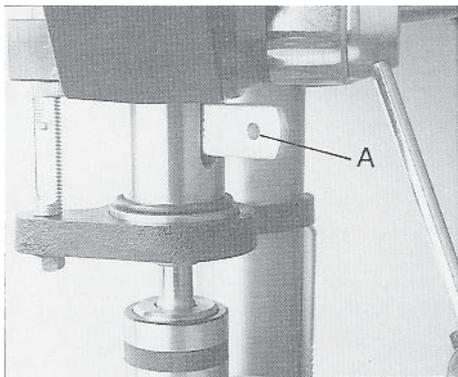

Рис. 2
- Вставьте в шлиц выталкивающий клин (А, Рис. 2) и слегка ударьте по нему молотком.